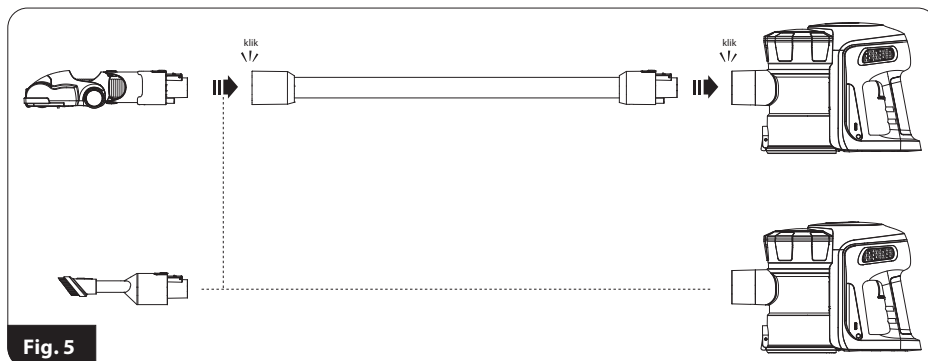

Fig. 5
5. Collegare il tubo di aspirazione (17) o l'attrezzatura appropriata direttamente alla presa del tubo di aspirazione (16) (fig.5). È possibile rimuovere il tubo o l'attrezzatura solo premendo il pulsante di rilascio del blocco (18), (20) o (23).